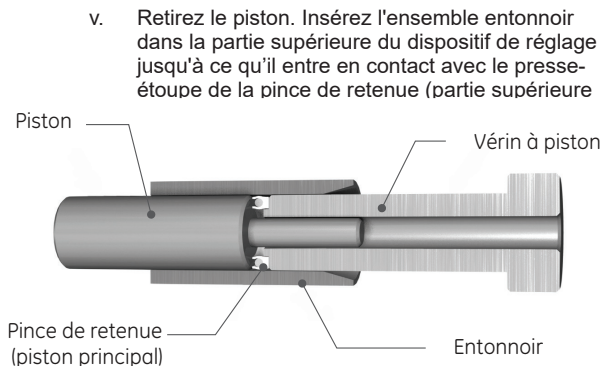

Figure 56 : Entonnoir
- iv. Insérez l'entonnoir, côté chanfrein en premier, sur le piston et la pince de retenue (partie supérieure du dispositif de réglage). Arrêtez lorsque la pince de retenue (partie supérieure du dispositif de réglage) se trouve à peu près à mi-chemin à l'intérieur de l'entonnoir, comme le montre la figure 56.